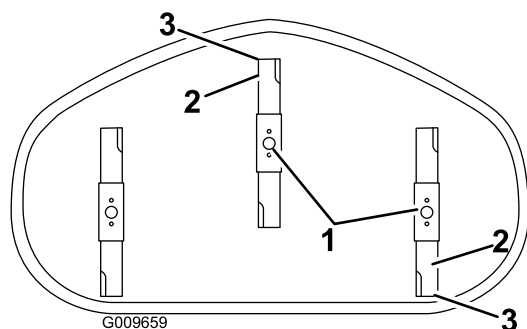

Figure 53
- Faites pivoter les lames avec précaution pour faire passer les pointes avant à l'arrière (Figure 53).
- Mesurez la distance entre la pointe de la lame avant et la pointe de la lame arrière par rapport à la surface plane (Figure 53). Si la pointe avant de la lame n'est pas de 1,6 à 7,9 mm (1/16 à 5/16 po) plus basse que la pointe arrière, réglez le contre-écrou avant.
réglage de l'écrou jusqu'à ce que la pointe avant de lame soit de 1,6 à 7,9 mm (1/16 à 5/16 po) plus basse que la pointe arrière (Figure 53).